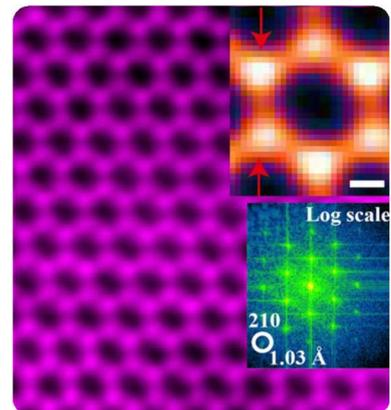

図3: デフォーカス・タイコグラフィーによるグラフェンの画像 (MerlinEM 検出器で撮影)。Reproduced under CC 4.0 from Song, Jiamei et al. Scientific reports 9, 1(2019): 3919.
- デフォーカスプローブデータは、反復アルゴリズムによって再構成することができます3。STEM 観察時にビームに敏感な物質を観察する際の線量を減らし、サンプルの広い視野をカバーするために効果的です。図3は、グラフェンのサンプルの例です。